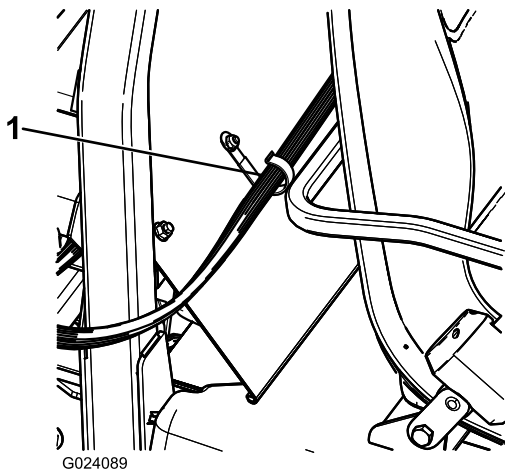

Figure 22
2. Fixez un clip en J derrière le siège du passager (Figure 22) à l'aide d'un boulon (¼ x ½ po) et d'un écrou à embase (¼ po).
3. À l'aide des clips en J, fixez le faisceau de la console de commande à la console et au couvercle de la structure ROPS (Figure 22).